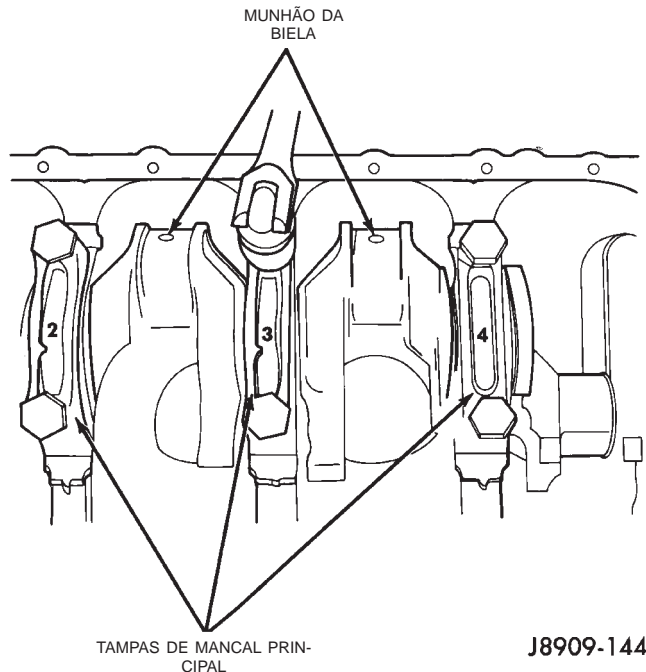
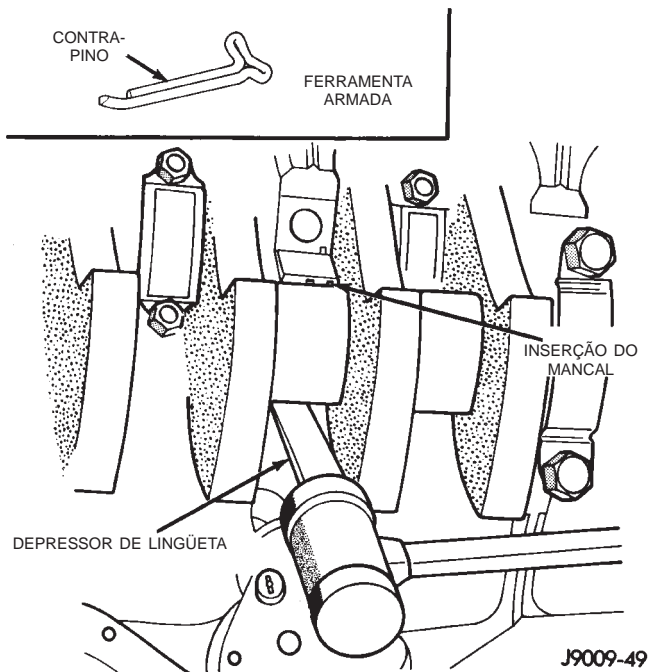

Fig. 55 Remoção das Tampas de Mancal Principal e dos Casquilhos Inferiores
Fig. 56 Removendo o Casquilho Superior
(1) Desconecte o cabo negativo da bateria.
(2) Remova as velas de ignição.
(3) Levante o veículo.
(4) Remova o óleo do cárter e a bomba de óleo.
(5) Remova apenas uma tampa do mancal principal e casquilho inferior por vez (Fig. 55).
(6) Remova o casquilho inferior da tampa de rolamento.
(7) Remova o casquilho superior AFROUXANDO (NÃO REMOVA) todas as outras tampas de mancal. Insira agora uma pequena ferramenta de contrapino no orifício de óleo do munhão do orifício do óleo. Curve o contrapino conforme ilustrado para armar a ferramenta (Fig. 56). Com a ferramenta de contrapino no lugar, gire o eixo de manivela de modo que o casquilho superior do mancal gire na direção de sua lingüeta de travamento. Por não existir orifício no munhão principal N°3, utilize um depressor de lingüeta ou uma ferramenta de face macia similar para remover o casquilho (Fig. 56). Após mover o casquilho